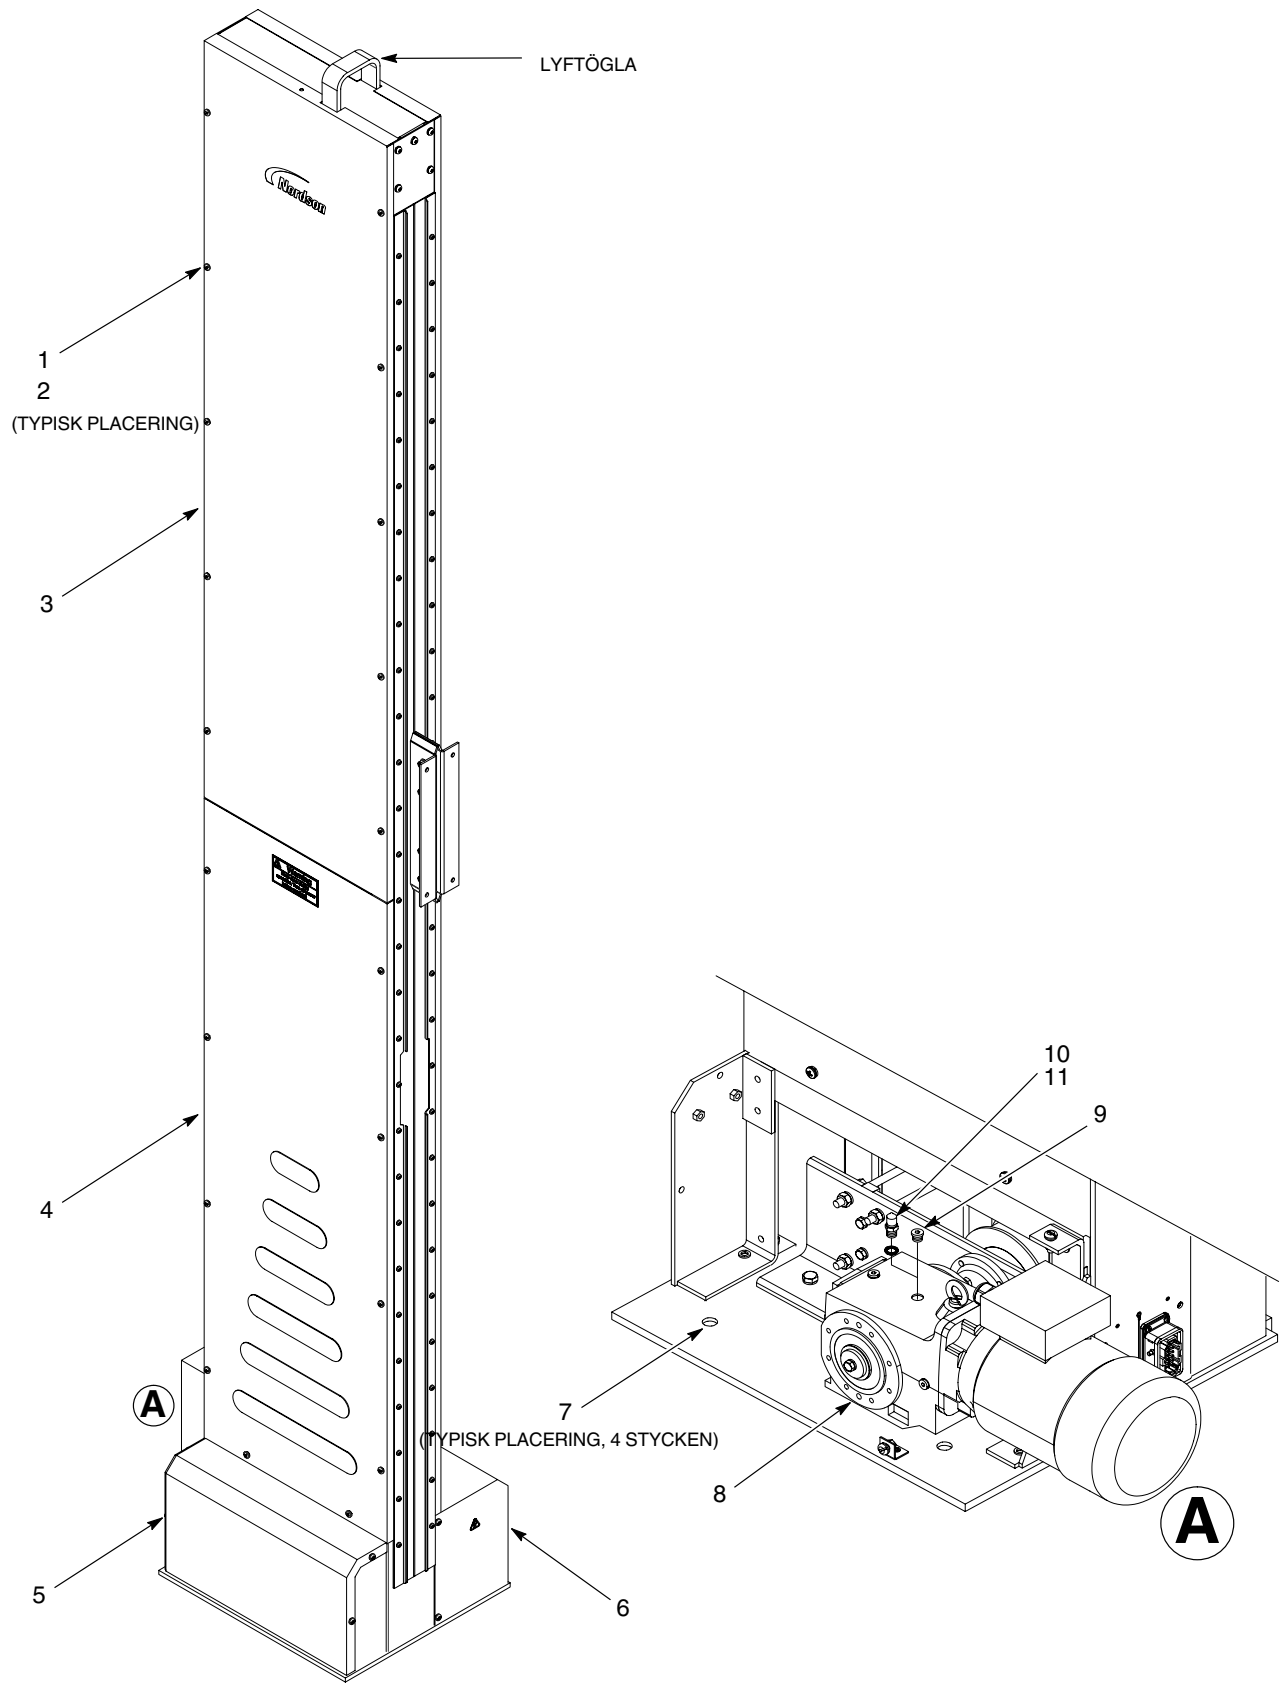

Bild 4 Installation
1. Se bild 4. Tag bort skruvarna (1) och brickorna (2) som fäster sidopanelerna (3, 4) på traversens encodersida, kåpan över encodern (5), och kåpan över drivenheten (6).
3. Om man monterar traversen på ett golv eller ett fast stativ, använd de fyra befintliga fästhålerna (7). Om det behövs, borra nya hål i stativbasen eller i golvet. Använd fästen med passande dimensionering för att fästa traversen.
4. Tag av pluggen (9) från växellådsmotorn (8) så som visas i bild 4.
5. Kontrollera att packningen (11) sitter på ventilationspluggen (10). Skruva i ventilationspluggen i drivenheten och drag åt ordentligt.